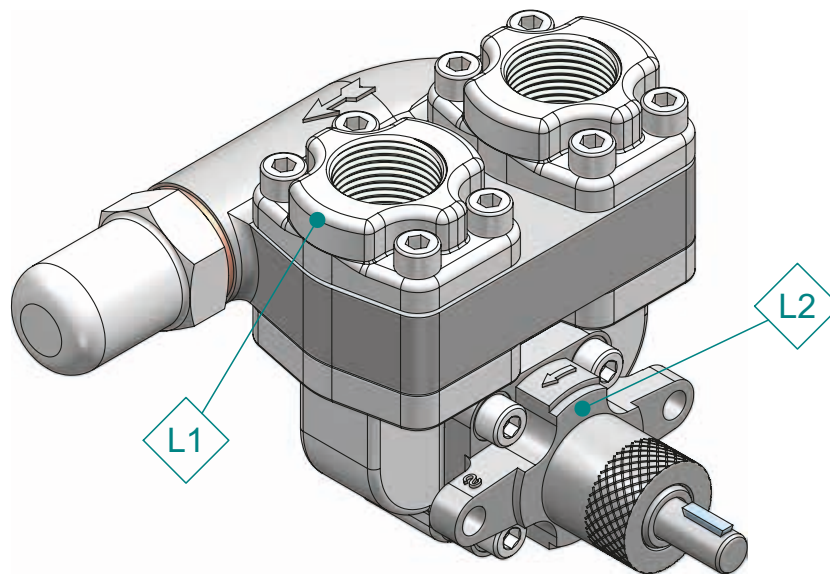

Fig 1 – Positions des possibilités de contrôle et emplacements recommandés (option)
La surveillance de la température de surface doit être appliquée dans les zones suivantes, voir figure 1 :
- Un contrôle de la température de surface du corps de pompe aux emplacements indiqués (voir figure 1) et un contrôle ou une surveillance du liquide de rinçage en cas de garniture d'étanchéité d'arbre rincée assurent une protection suffisante contre des situations potentiellement dangereuses.